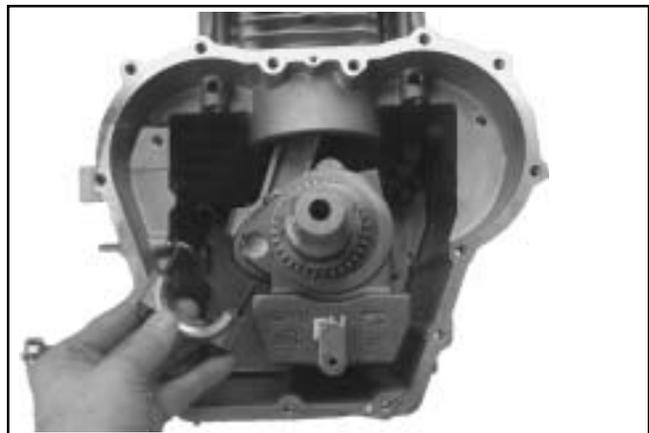

Figura 8-44. Rimozione del cappuccio di biella.
2. Rimuovere le due viti esagonali ed il cappuccio di biella. Vedere Figura 8-44.